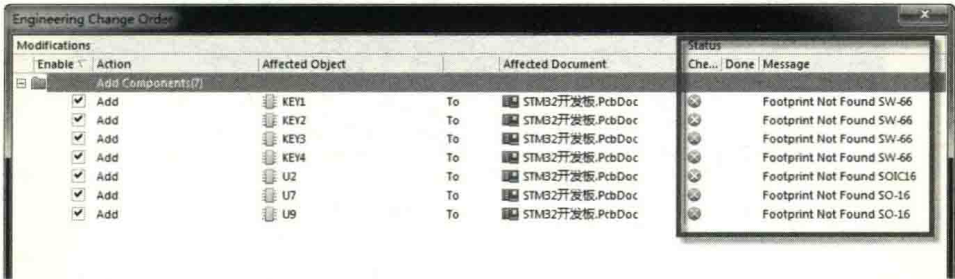
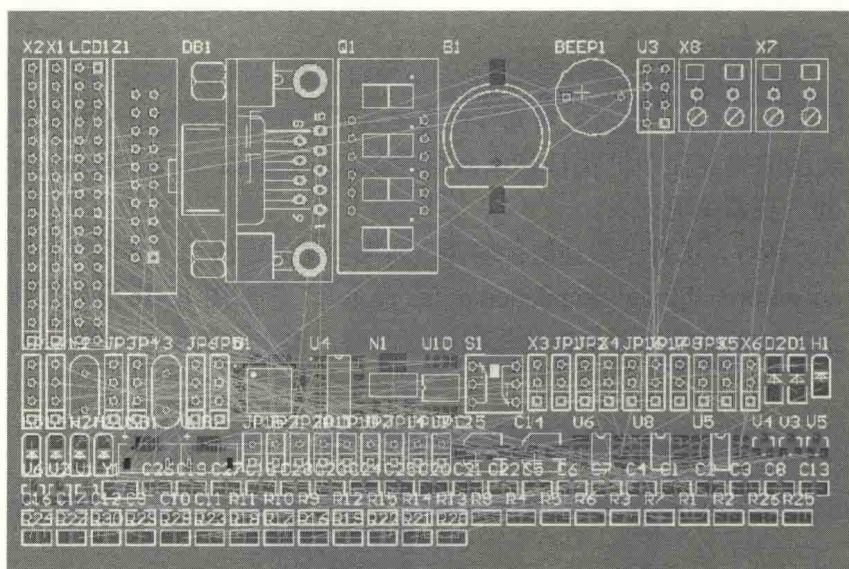

图 12-37 导入状态提示
图 12-38 导入之后的效果图
(3) 在执行变更过程中，“Status”栏出现“✗”时，请进行检查之后再导入一次，直到全部是“✓”为止，即可完成导入。导入状态提示如图 12-37 所示。导入之后的效果图如图 12-38 所示。